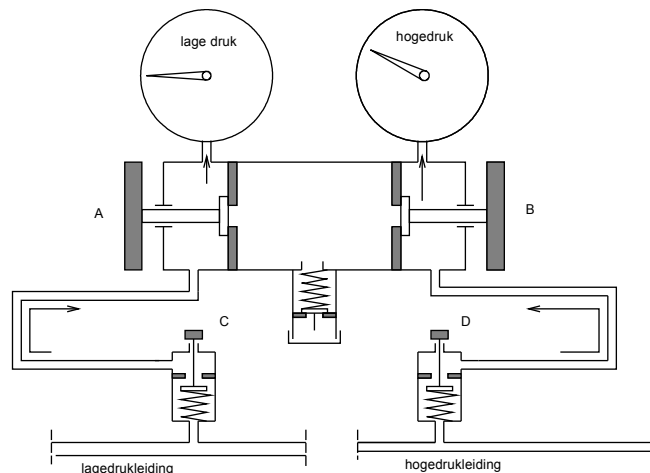

Fig.6.2 De kranen C en D zijn nu ingedraaid. De drukken kunnen worden afgelezen.
3) De kranen C en D worden nu ingedraaid (Kranen A en B dichtgedraaid houden) waardoor de Schrader-ventielen openen en de verbinding met de meters tot stand worden gebracht. De drukken kunnen nu worden afgelezen. Fig. 6.2